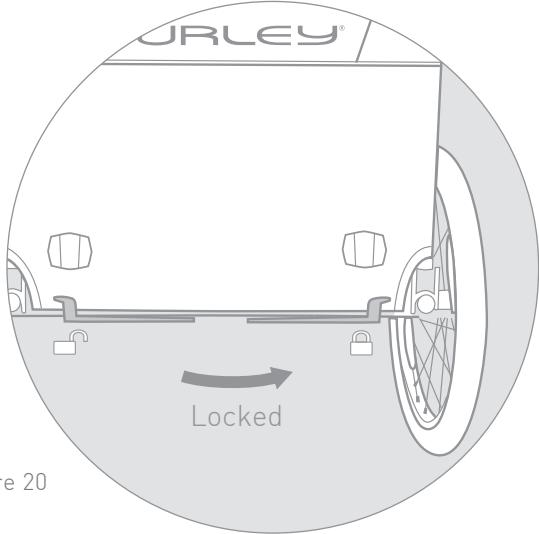

Figure 20
- Setting the parking brake:** Slide the lever to the right (Figure 20). To release the brake, slide the lever to the left.
- Die Feststellbremse betätigen:** Den Bremshebel nach rechts umlegen (Abb. 20). Zum Lösen der Bremse den Feststellhebel wieder nach links legen.
- Installation du frein de stationnement :** Faites glisser le levier sur la droite (Figure 20). Pour relâcher le frein, faites glisser le levier vers la gauche.